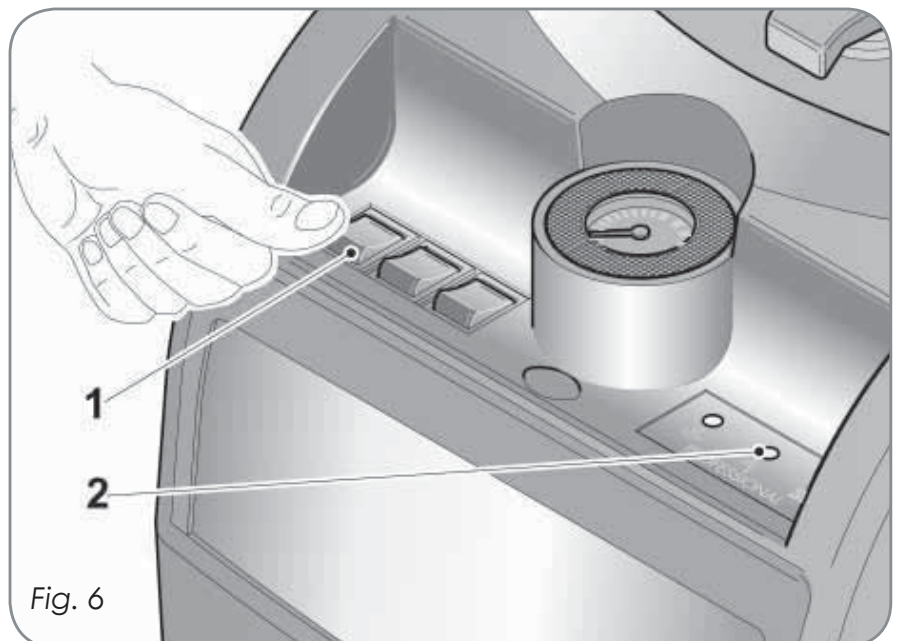

Fig. 6
Allumer la machine en agissant sur l'interrupteur général placé sur le côté du panneau commandes. (La touche appuyée s'éclaire - 1 Fig. 6)
Pendant le remplissage de la chaudière avec l'eau, le témoin (2 - Fig. 6) et le signal acoustique s'éteignent.
- Si la sonde de niveau installée dans le réservoir reste découverte au cours de la phase de chargement, le système va bloquer immédiatement les fonctions de chargement et le voyant de signalisation (2 fig.6) va clignoter avec l'intervention du signal acoustique intermittent.
- Chaque fois que la sonde de niveau réservoir relève un manque d'eau le système va bloquer immédiatement les fonctions de chargement et le voyant de signalisation (2 fig.6) va clignoter avec l'intervention du signal acoustique intermittent.
ATTENTION ! Si au cours de la phase de chargement normal la sonde de niveau chaudière reste découverte pour plus que 3 min. consécutifs le système va désactiver les fonctions de réchauffage et chargement; le voyant passe de l'état allumé à l'état clignotant avec intervention du signal acoustique. Maintenant il faut restaurer le générateur en éteignant et rallumant l'interrupteur général d'alimentation (1 fig. 6).